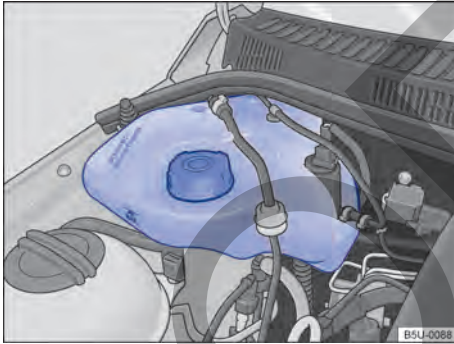

Fig. 135 En el compartimento del motor: depósito de gasolina para el sistema de arranque en frío.
El depósito de gasolina del sistema de arranque en frío se encuentra en el compartimento del motor, del lado derecho → fig. 135.
- Nunca sobrepasar la marca "MÁX" indicada en el depósito → fig. 135.